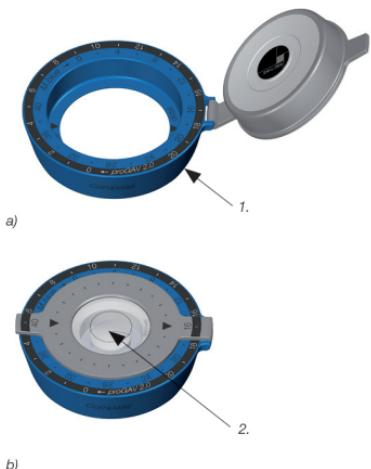

Fig. 9: M.blue plus Compass
M.blue plus Compass (Fig. 9) servește la localizarea și citirea unității gravitaționale reglabile a M.blue .